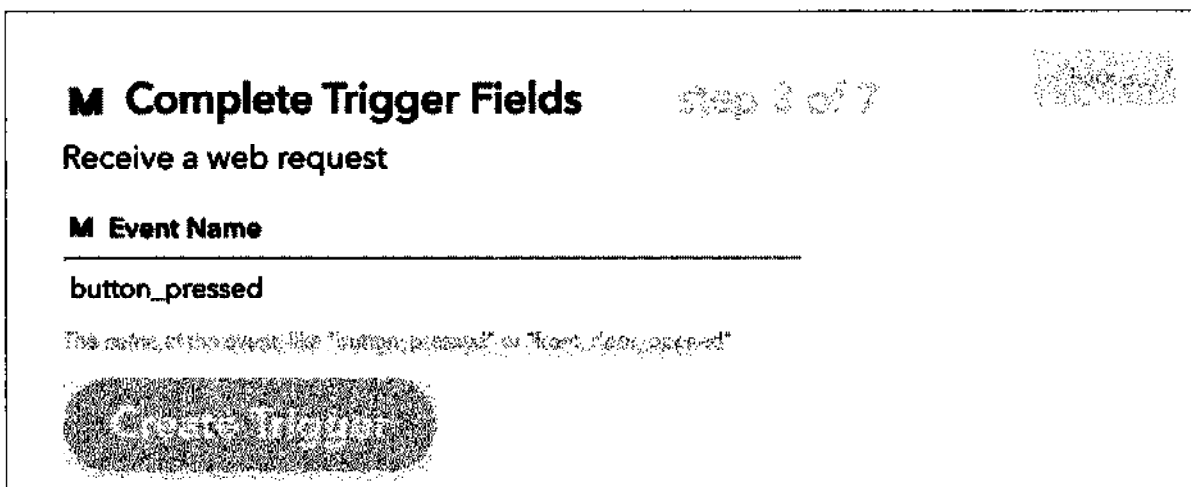

Рис. 6.5. Вводим название события
12. В поле события введите: `button_pressed` (кнопка нажата) — это также указано в п. 3 скетча (рис. 6.5).